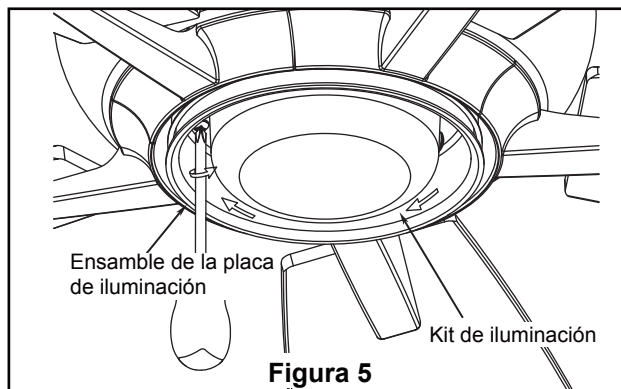

Figura 5
5. Instale el kit de iluminación en la placa de iluminación usando las dos ranuras principales. Vuelva a colocar el tornillo extraído en el Paso 3 y fije los tres tornillos. (Figura 5)